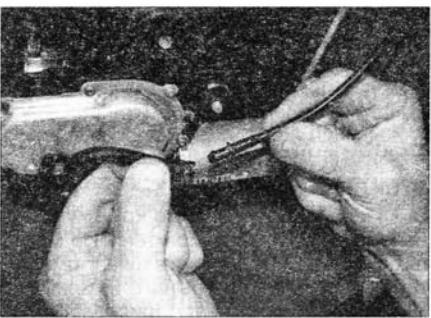

Рис. 19.4. ...и отсоедините шланг омывающей жидкости...
- 4 Отсоедините шланг омывающей жидкости от соединителя форсунки омывателя на электродвигателе (рис. 19.4).